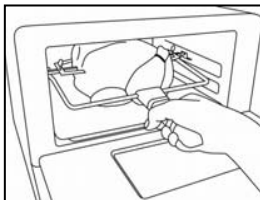

Fig. 3
9. Placer la brochette de rôtisserie avec le rôti ou le poulet dans la poignée de rôtisserie. (Fig. 3)